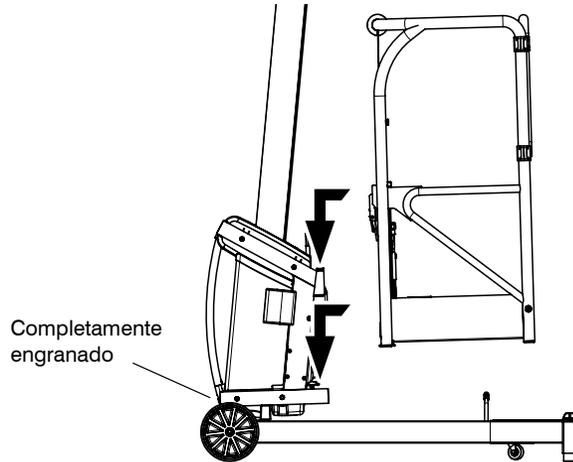

Figura 3-9. Conexión de la plataforma al carruaje
2. Conecte la plataforma al carruaje (ver la Figura 3-9.).
- Asegurarse que los pasadores de montaje de la plataforma están alineados con los agujeros en el carruaje (A), luego bajarlos lentamente para que se asienten correctamente.